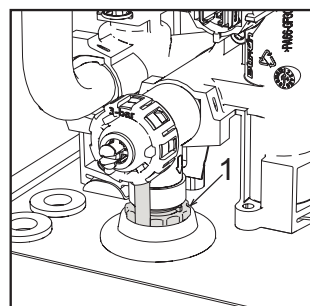

fig. 49 - Supapă de siguranță cu robinet de evacuare
Pentru a goli sistemul, rotiți piulița inelară (ref. 1 - fig. 49) în sens antiorar pentru a deschide robinetul. Evitați să folosiți orice fel de instrumente și acționați numai cu mâinile.